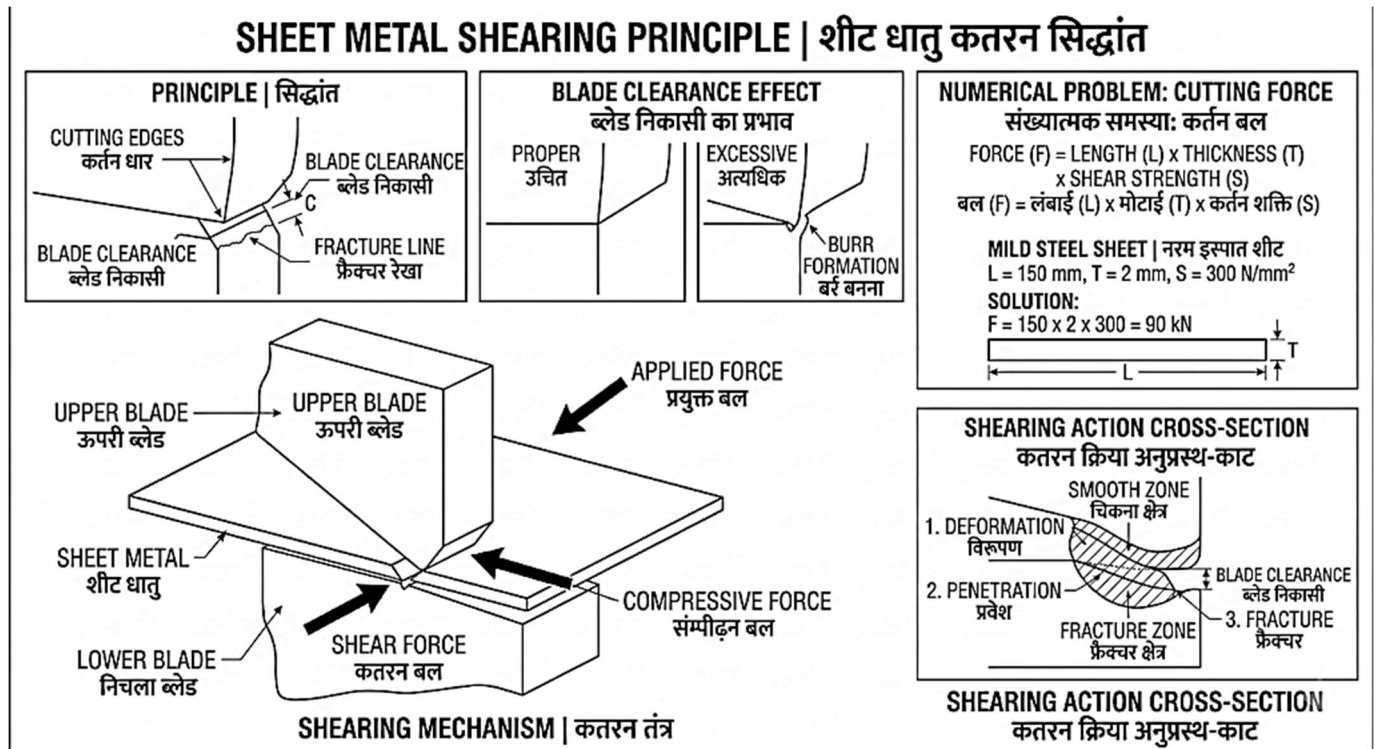

Fig. 3.2: Sheet Metal Shearing Process | शीट मेटल शियरिंग प्रक्रिया
3.2.1 Introduction (Fig. 3.2)
3.2.1 परिचय (Fig. 3.2)